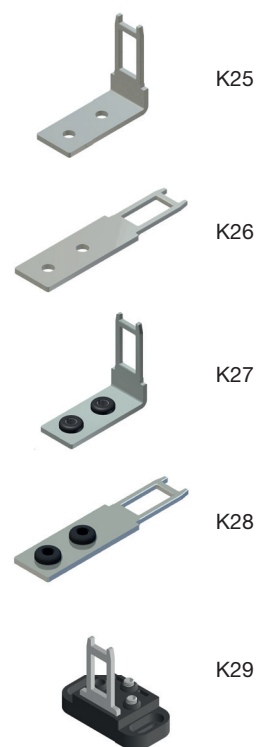

Fig. 2 Actionneurs (à commander séparément)
* à commander séparément (fig.2)